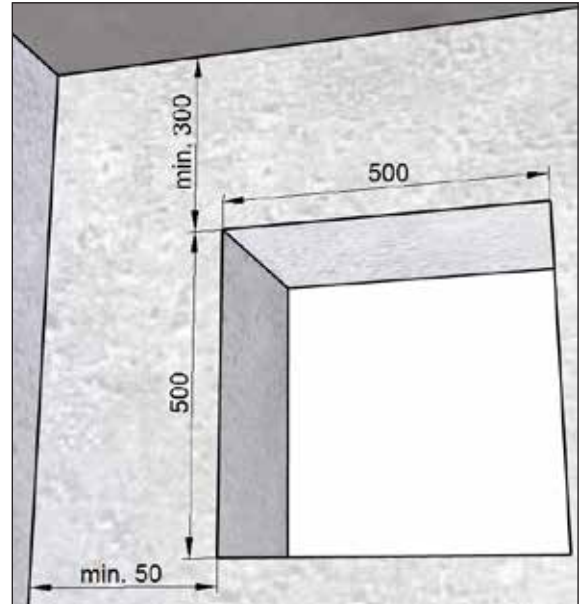

Abb. 10: Mauerdurchbruch für Montageset **mit** Füllstück, Maße in Millimeter
- Mauerdurchbruch komplett (siehe Abb. 10) für Montageset **mit** Füllstück M-WRG-M/Fü
- Mauerdurchbruch komplett (siehe Abb. 10 auf Seite 20) für Montageset **mit** Füllstück M-WRG-M/Fü